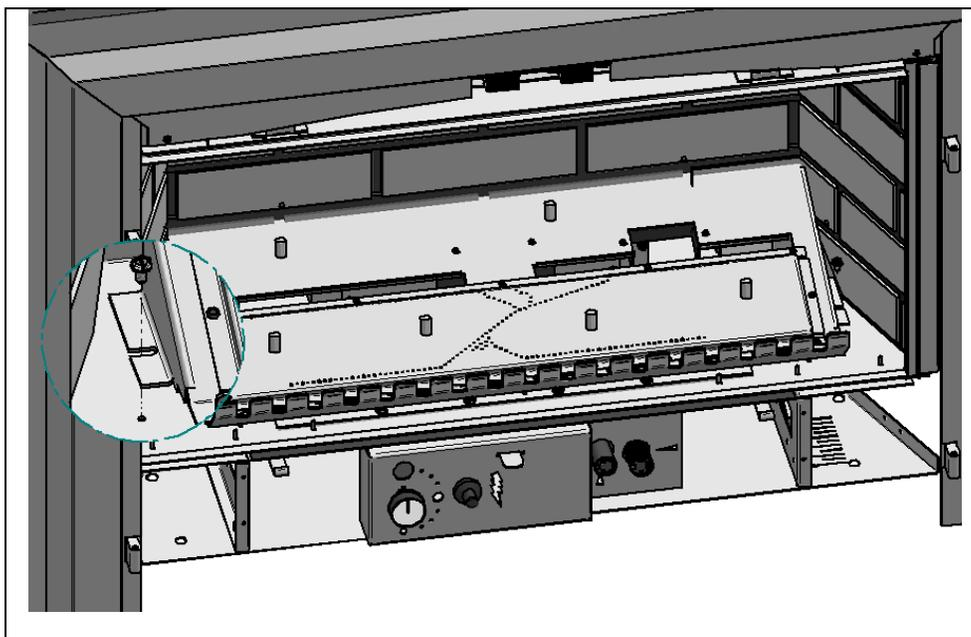

Figure 23
3. Enlevez le brûleur (figure 23).